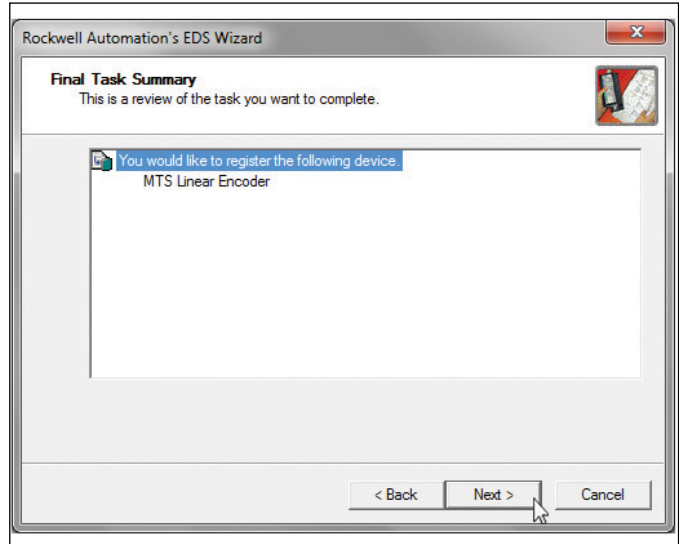

Abb. 113: Herkunft der EDS-Datei bestätigen
7. Das folgende Fenster öffnet sich. Klicken Sie die Schaltfläche „Next >“ (Abb. 113).